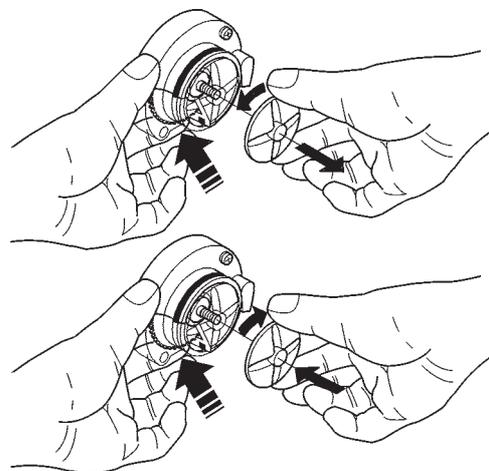

Fig. 10
- pour dévisser les rotors, il suffit de bloquer avec un doigt le disque monté sur l'arbre du mixer (voir fig. 10), puis de faire tourner l'hélice en la dévissant.